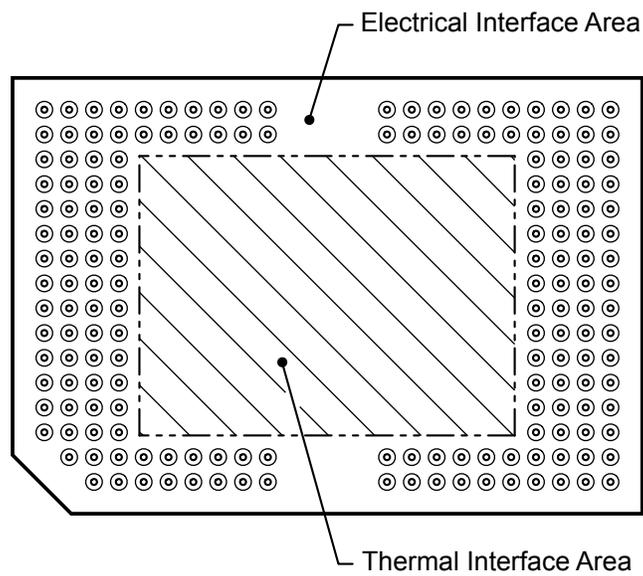

图 5-15. 系统安装接口负载
(1) 负载必须均匀地施加在 图 5-15 所示的相应区域。